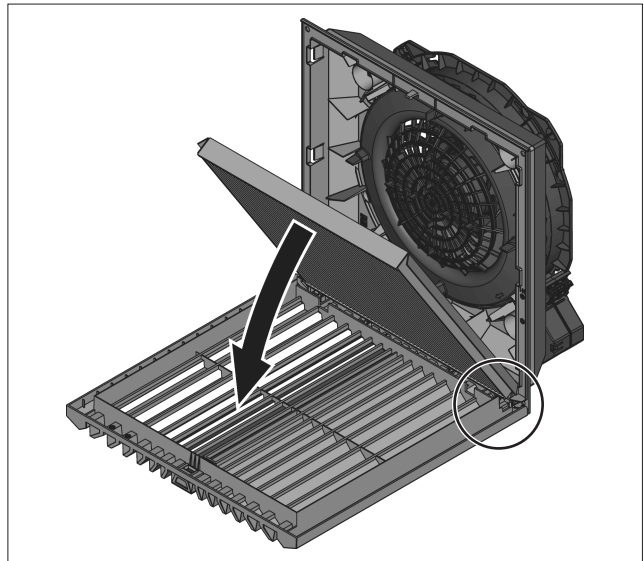

Abb. 19: Faltenfilter IP 54 einbauen
- Legen Sie einen neuen Faltenfilter in das Lamellengitter ein. Der Schriftzug „Top“ kennzeichnet die Einlegerichtung (siehe Abb. 19).